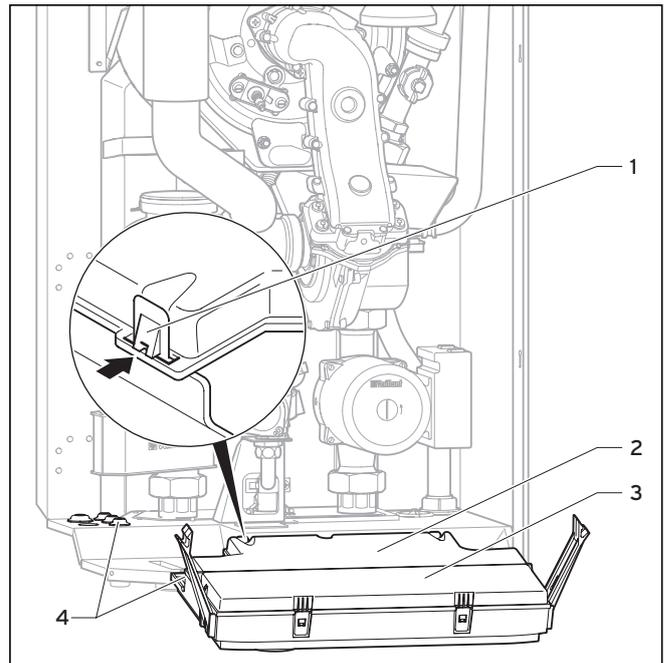

Abb. 5.12 Rückwand der Elektronikbox öffnen
- Nehmen Sie die Frontverkleidung des Gerätes ab (siehe Kap. 4.8) und klappen Sie die Elektronikbox (1) nach vorn (siehe Abb. 5.12).
- Clipsen Sie den hinteren Deckel (2) der Elektronikbox an den Stellen (3) aus und klappen Sie den Deckel hoch (siehe Abb. 5.12).
- Führen Sie die Anschlussleitungen der jeweiligen, anzuschließenden Komponenten durch die Kabeldurchführungen (4) links an der Geräteunterseite (siehe Abb. 5.12)